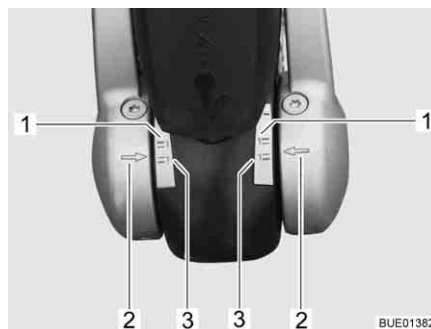

Fig. 103 Indicatore guarnizioni di attrito a sinistra e a destra
- Se le frecce sulla flangia di fissaggio disco (Fig. 103,2) si trovano sotto o sulla superficie di marcatura verde (Fig. 103,3), le guarnizioni di attrito sono considerate ancora nuove.
- Se le frecce sulla flangia di fissaggio disco si trovano all'interno delle superfici di marcatura (Fig. 103,1 e 3), le guarnizioni di attrito sono leggermente consumate.
- Se le frecce sulla flangia di fissaggio disco si trovano al di sopra della superficie di marcatura rossa (Fig. 103,1), le guarnizioni di attrito sono consumate. Far sostituire le guarnizioni di attrito.